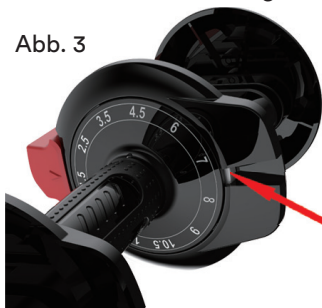

Abb. 3
- Drücken Sie mit einem Schraubendreher die Federtaste ein (Abb. 3).